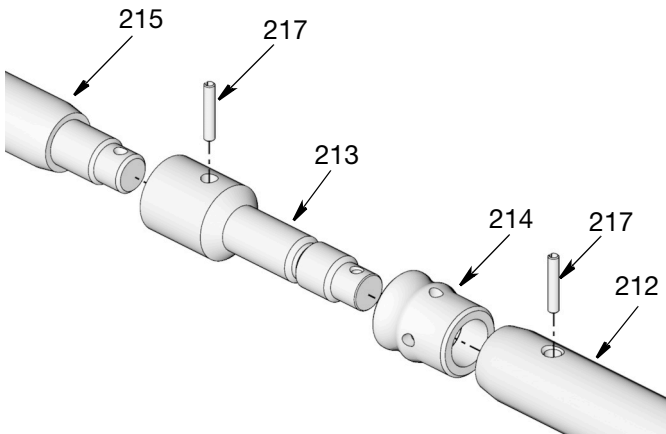

图 33
21. 使用冲击机和锤子把将杆分段固定在一起的销钉 (217) 敲出 (图 33)。用手从活塞 (213) 上拧下铲杆 (215) 和垫片杆 (212)。